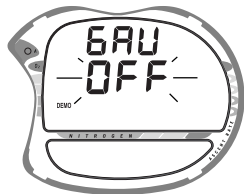

Fig. 77 - Demo
- Drücken Sie kurz die linke Taste ("Weiter") um den SIM-Modus anzuwählen. **GAU** und **DEMO** erscheinen, **OFF** (oder **ON**) blinken (Fig. 77).